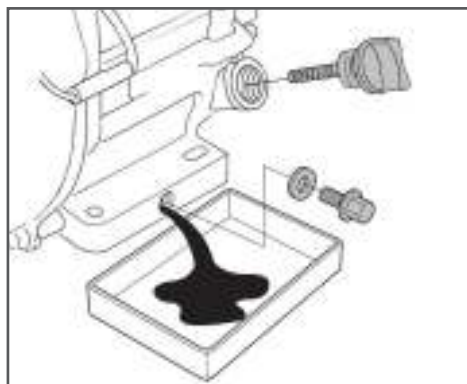

Рис. 10 Замена масла в двигателе
3. Открутите пробку для слива масла и слейте отработанное масло в подготовленную для этого емкость (Рис. 10).